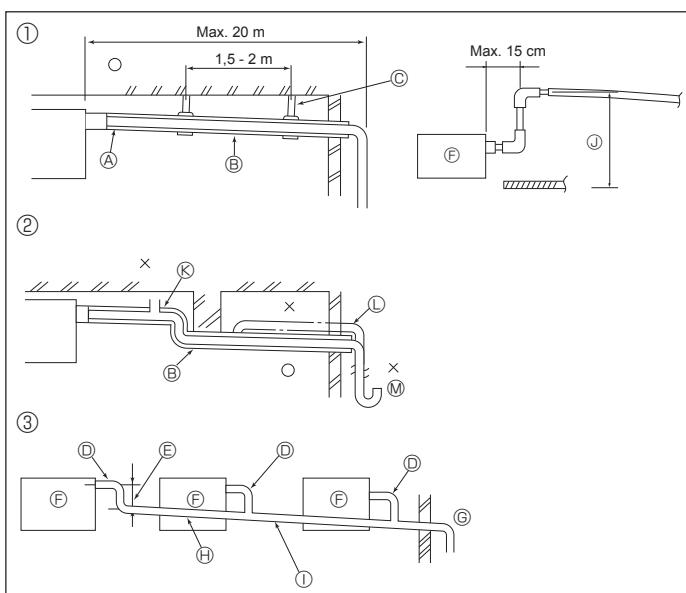

Fig. 5-1
5.1. Dräneringsrör (Fig. 5-1)
①	Rätt rördragning	④	Se till att en stor rörstorlek används för grupperade rör.
②	Fel rördragning	⑤	Nedåtgående lutning (1/100 eller mer)
③	Grupperade röredningar	⑥	① PVC-rör, O.D. ø38 för grupperade rör (9 mm eller mer isolering)